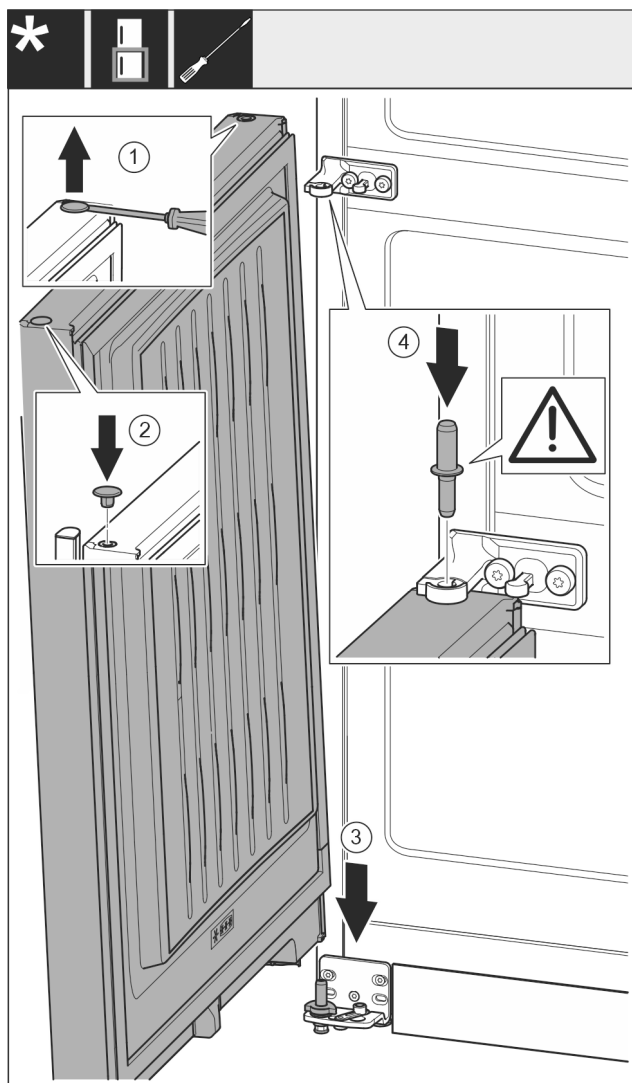

Fig. 22
- Løft forsigtigt proppen Fig. 22 (1) af med en kærnskruetrækker, og træk den ud.
- Indsæt atter proppen Fig. 22 (2) på den anden dørside.
- Påsæt døren Fig. 22 (3) oppefra på den nederste lejebolt.
- Indsæt den midterste lejebolt Fig. 22 (4) gennem det midterste hængsel i den nederste dør. Sørg for, at låseknasten vender bagud.